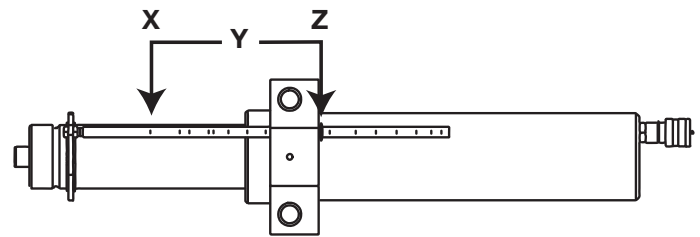

Figure 17
- Avancer le vérin en position  $Z$ . Surveiller le cintrage et s'arrêter lorsque l'anneau en caoutchouc touche le haut du bloc-cylindres. (Fig. 17)